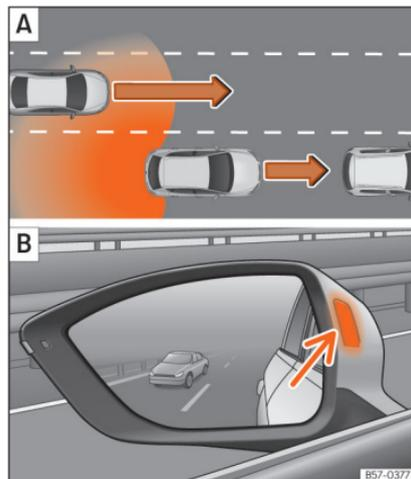

Abb. 191 Schematische Darstellung: **A** Überholvorgang mit Verkehr im hinteren Bereich. **B** Anzeige des Spurwechselassistenten im Außenspiegel links.
In nachfolgenden Situation wird die Anzeige im Außenspiegel »» **Abb. 191** **B** [Pfeil] oder »» **Abb. 192** **B** [Pfeil] dargestellt:
- Bei einer Überholung durch ein anderes Fahrzeug »» **Abb. 191** **A**.